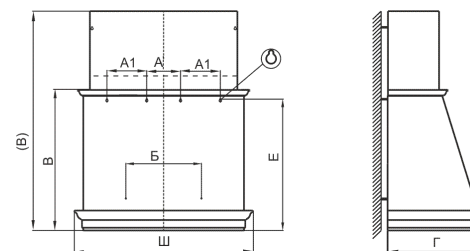

рис. 2
- 6.1 Установка кухонной вытяжки (рис.2):